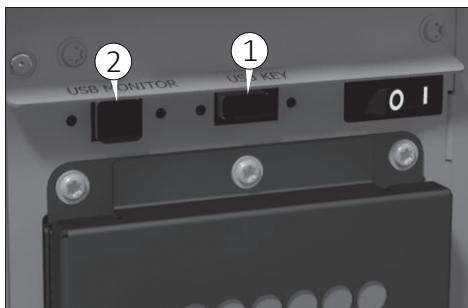

Fig. 25
- 1) USB tipo A (1 Fig. 25) per pen-drive: vedi capitolo "Gestione della chiavetta USB".
- 2) USB tipo B (2 Fig. 25) è usato per collegare un PC esterno.